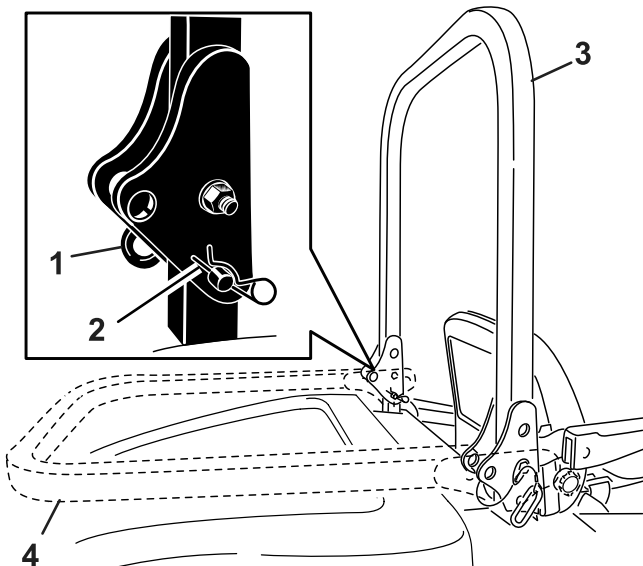

Figure 23
2. Relevez l'arceau de sécurité et retirez les goupilles fendues ainsi que les 2 axes (Figure 23).